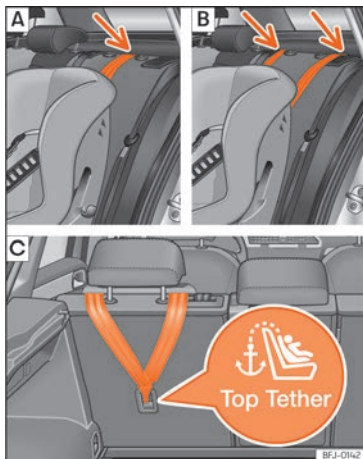
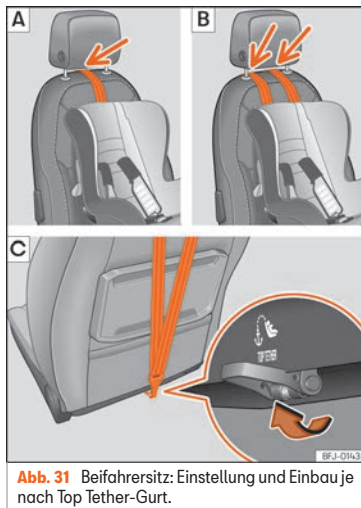

Abb. 30 Äußere Sitzplätze der zweiten Sitzreihe: Einstellung und Einbau je nach Top Tether-Gurt.
Abb. 31 Beifahrersitz: Einstellung und Einbau je nach Top Tether-Gurt.
Rücksitzlehne oder im Gepäckraumbereich) »» **Abb. 30**. Am Beifahrersitz ist die Öse im unteren Bereich der Sitzlehne angebracht »» **Abb. 31**.
- Führen Sie den Gurt unter der Kopfstütze durch »» Abb. 30 [A] oder [B], »» Abb. 31 [A] oder [B] (in Abhängigkeit der Gebrauchsanweisungen des Kindersitzes ggf. Kopfstütze anheben oder entfernen).
- Den Haltegurt nach hinten führen und ordnungsgemäß in die Verankerung an der Rückseite der Sitzlehne einhaken »» Abb. 30 [C], »» Abb. 31 [C].